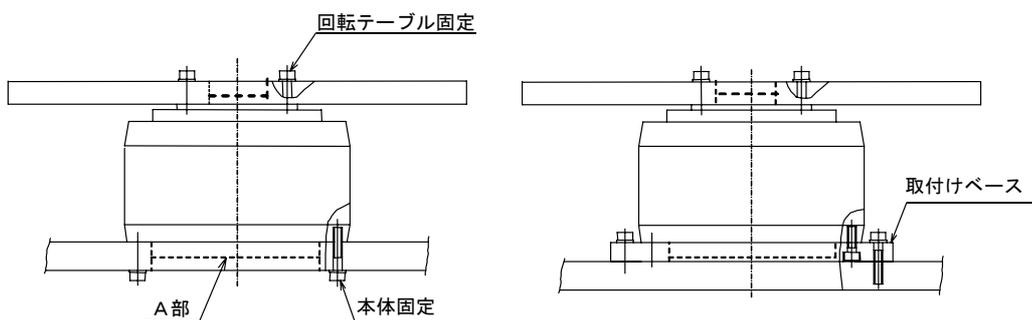

図2.1 アクチュエータの設置
- 図2.1に示すA部には、位置検出を行う精密部品(レゾルバ)が組込まれています。